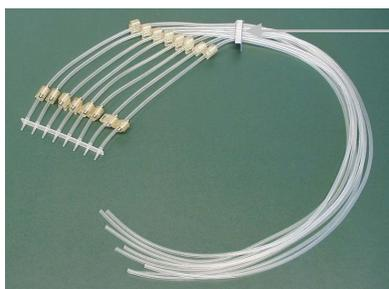

Figura 5–35. Nuovo set di tubi con la striscia dei puntali collegata
2. Rimuovere le quattro viti di fissaggio del coperchio della parte inferiore della cassetta di dispensazione; i tubi con gli elementi di fissaggio e la striscia con i puntali; le tre viti di fissaggio del coperchio della parte superiore della cassetta di dispensazione; i due fili di limitazione della tensione; le viti di calibrazione (Figura 5–50) e i tubi con i relativi elementi di fissaggio. Conservare le viti di calibrazione e il terminale del set di tubi in PEEK per l'installazione del nuovo set di tubi.